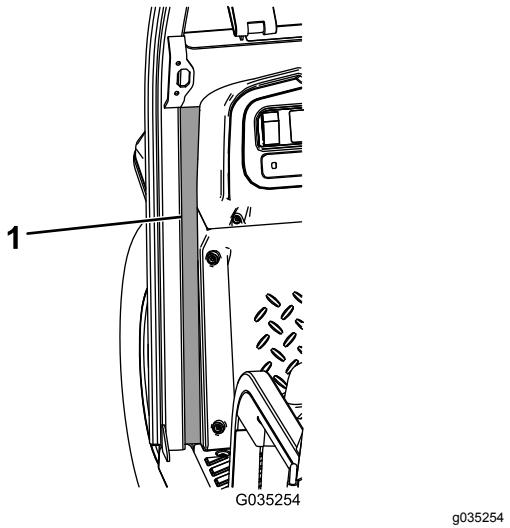

Figure 15
- Retirez la bande au dos des joints mousse avant gauche et droit et fixez les joints sur la machine (Figure 15).